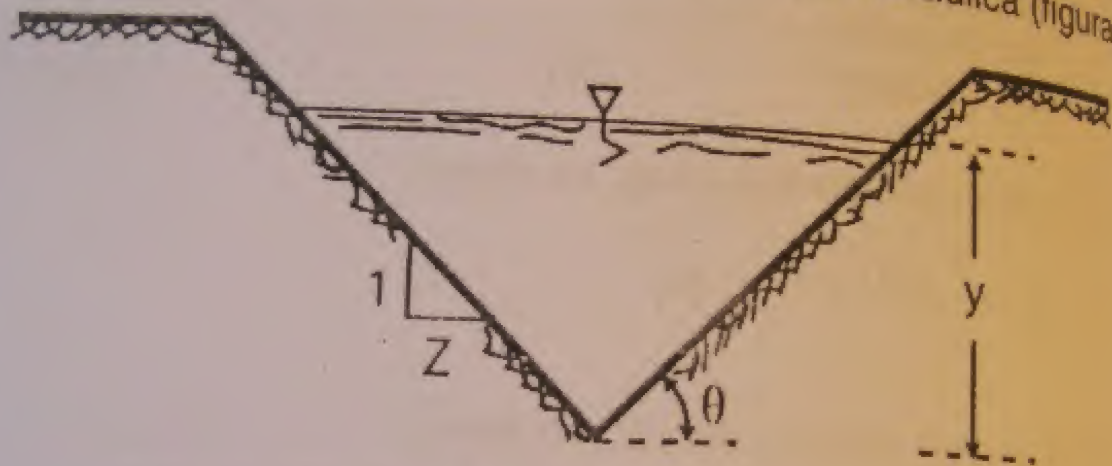

Figura 16. Sección transversal triangular
28. Hallar el talud Z y el valor de θ para un canal triangular a fin de obtener una sección de máxima eficiencia hidráulica (figura 16).